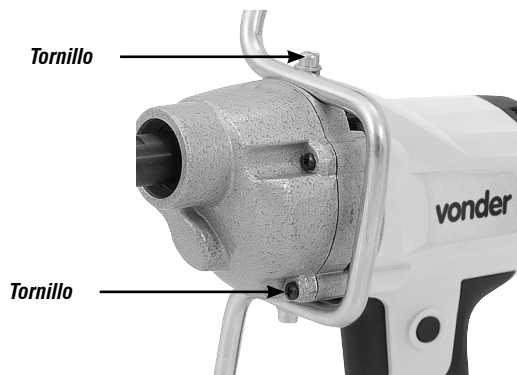

Fig. 5 – Montaje de la empuñadura en el soporte
- Atornille el soporte a través de los dos tornillos Allen que vienen con la máquina, Fig. 5.